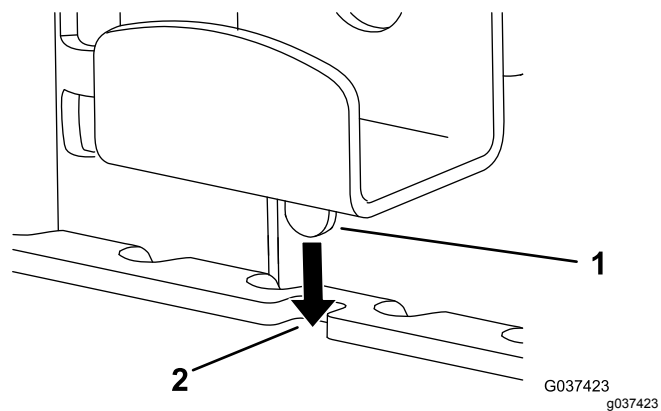

Figure 17
2. Desserrez le bouton et abaissez le support supérieur en insérant la languette dans le cran du support articulé (Figure 17).